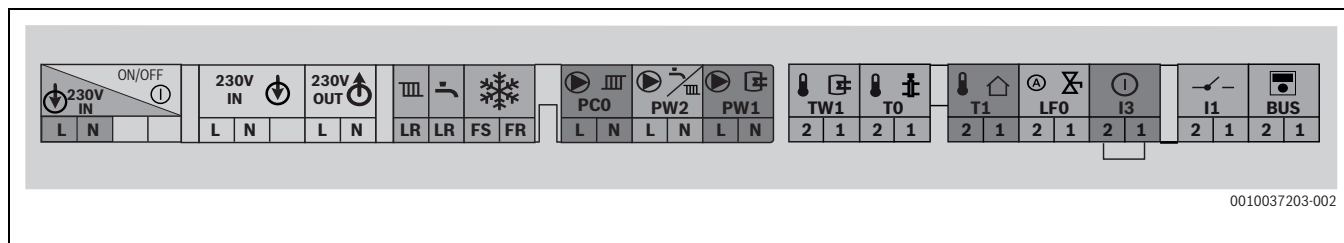

Bild 48 Klemmleiste für externes Zubehör
- ▶ Kabel an der Klemmleiste für externes Zubehör (→ Bild 48) anschließen.